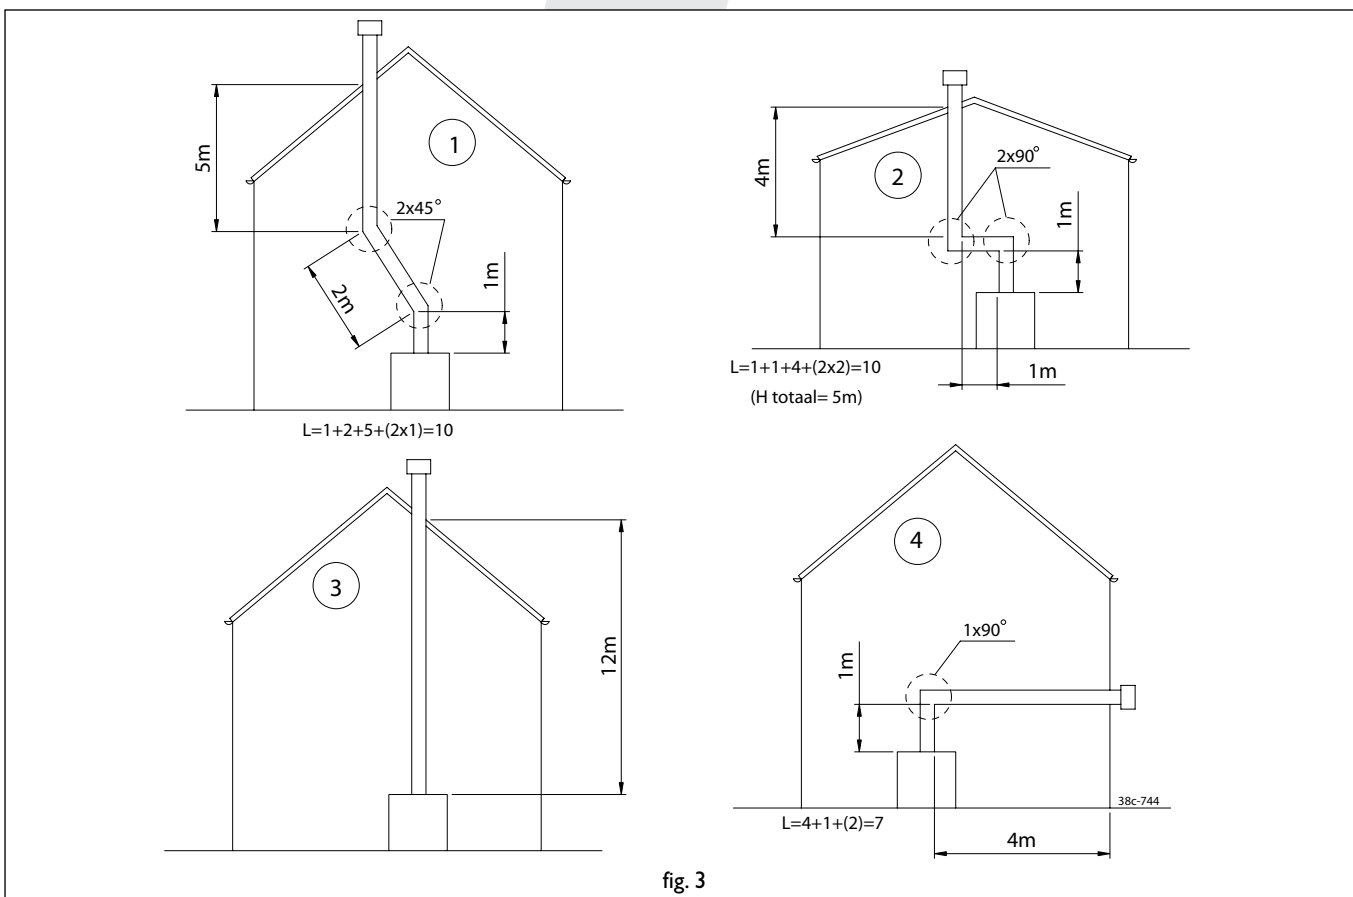

fig. 3
**Aansluitmogelijkheden (fig. 3)**
- de maximale pijplengte is 12 meter. Reken voor een 90° bocht 2 meter en voor een 45° bocht 1 meter. De lengte van de gevel- of dakdoorvoer hoeft niet te worden meegerekend. De maximale totale lengte is de som van de buislengte plus de vervangende lengte voor de bochten (zie de 4 voorbeelden in fig. 3).